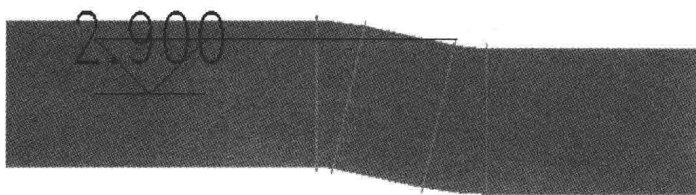

图 2.1-10
4) 再通过“修剪”命令把这三根管连接在一起就实现了不同标高水平管的连接,并且生成的角度我们是可以控制的,如图 2.1-10 所示。